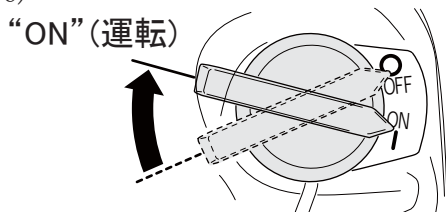

図 6
4. エンジンスイッチをON(運転)の位置にします。(図6)